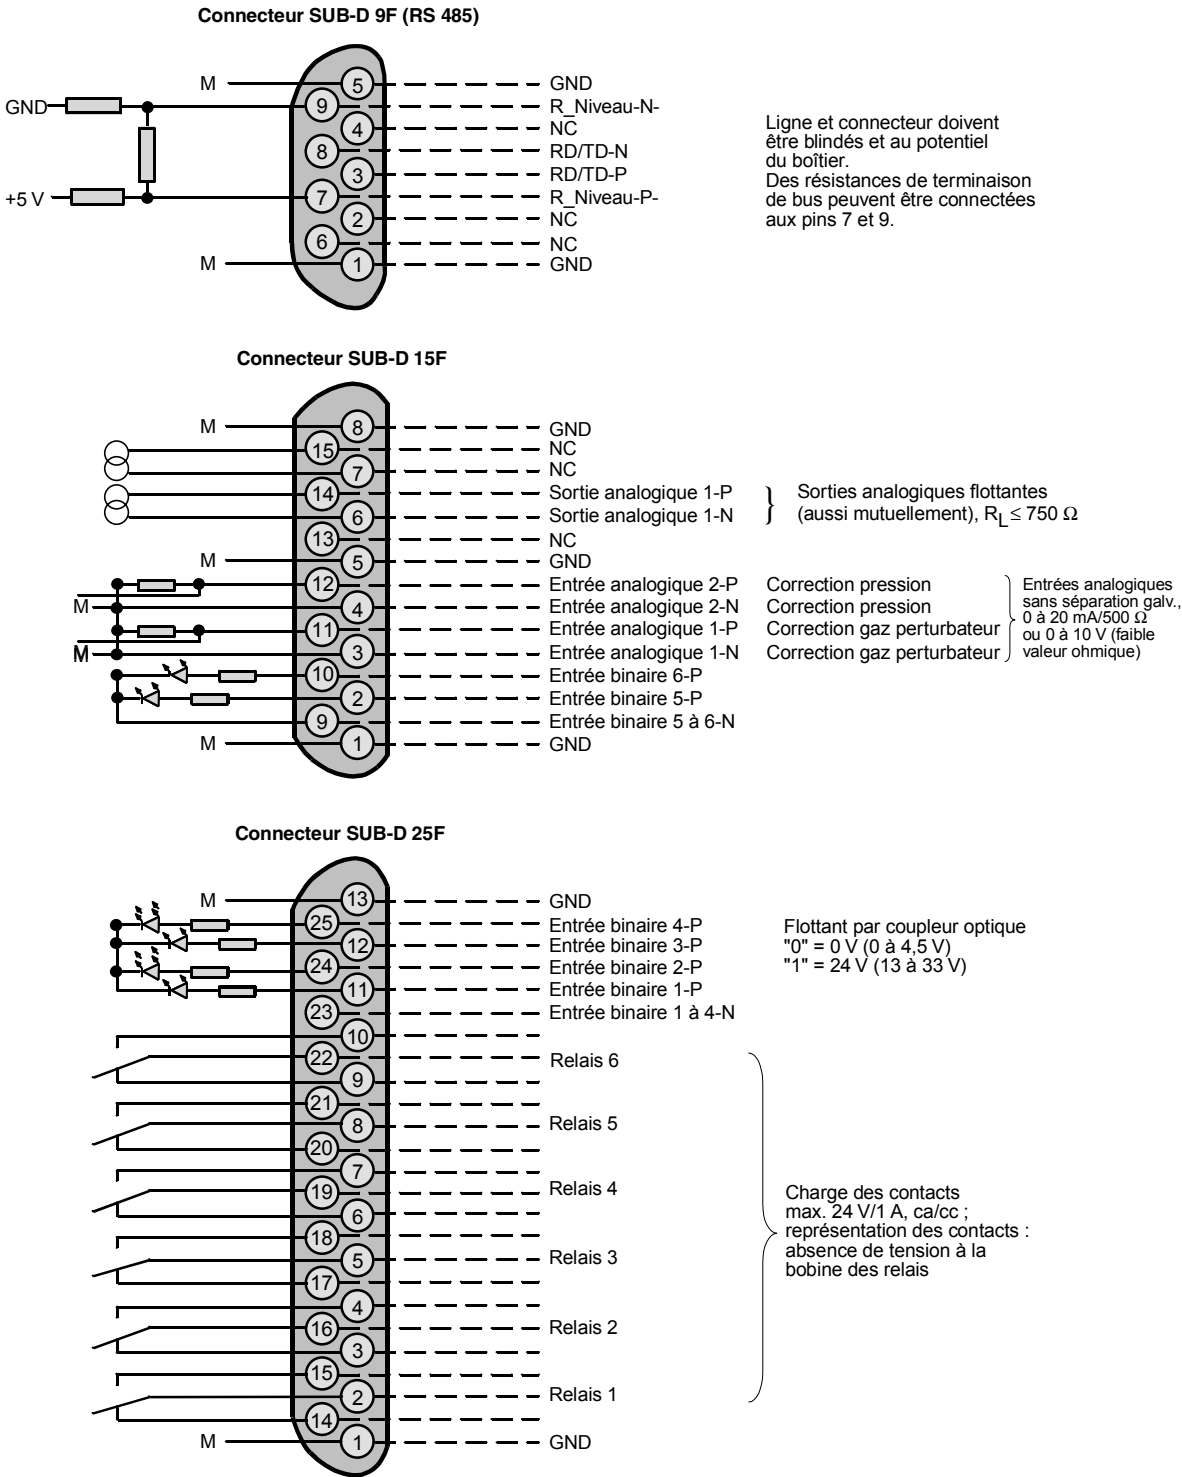
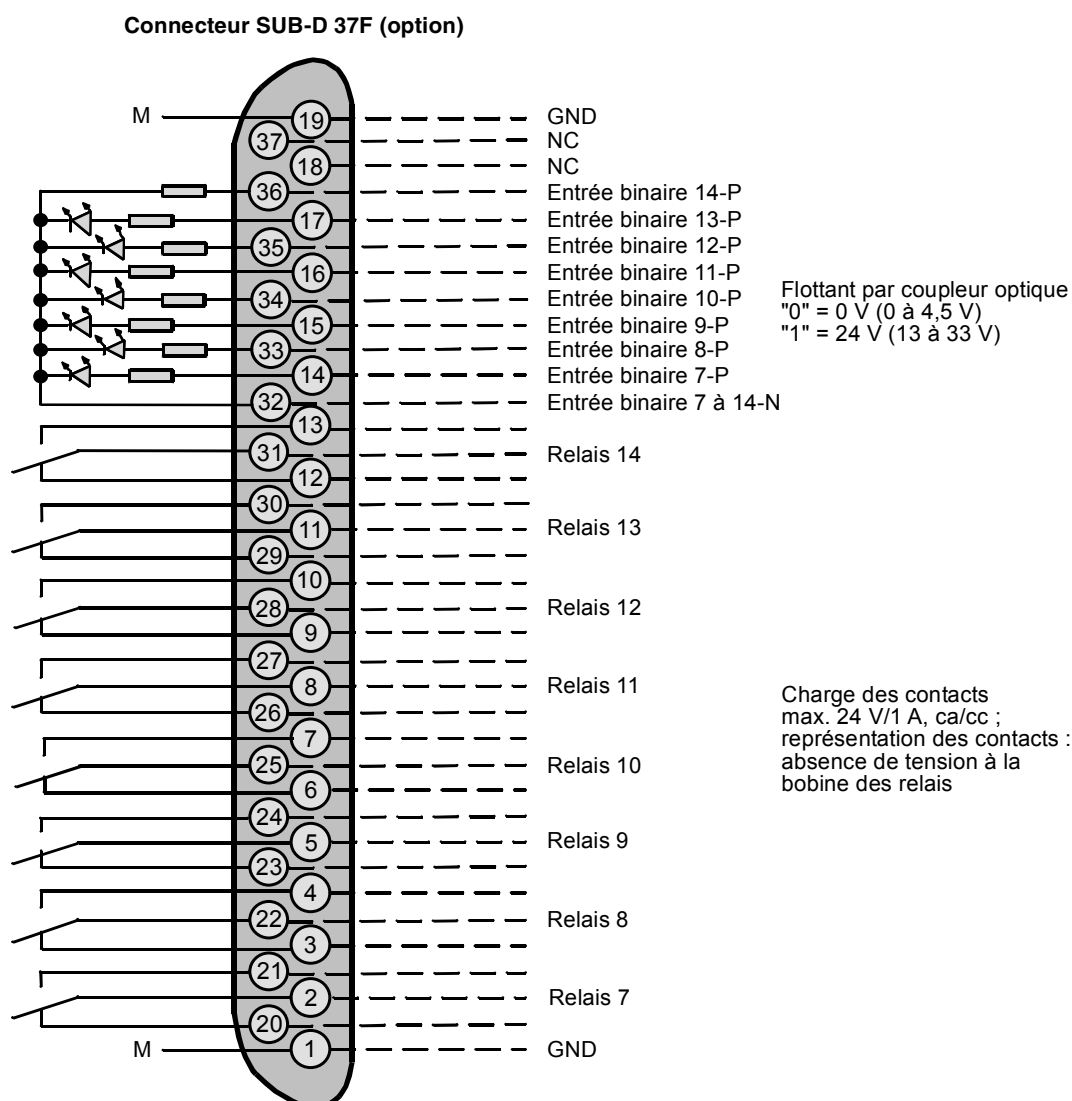

Fig. 2-3 Occupation des connecteurs **OXYMAT 61**
Fig. 2-4 Occupation des connecteurs du module Autocal **OXYMAT 61**
- Les fils de raccordement des sorties de relais et des entrées binaires ainsi que des entrées et sorties analogiques doivent être blindées. Les raccorder aux connecteurs DSUB selon les Fig. 2-3 et Fig. 2-4.